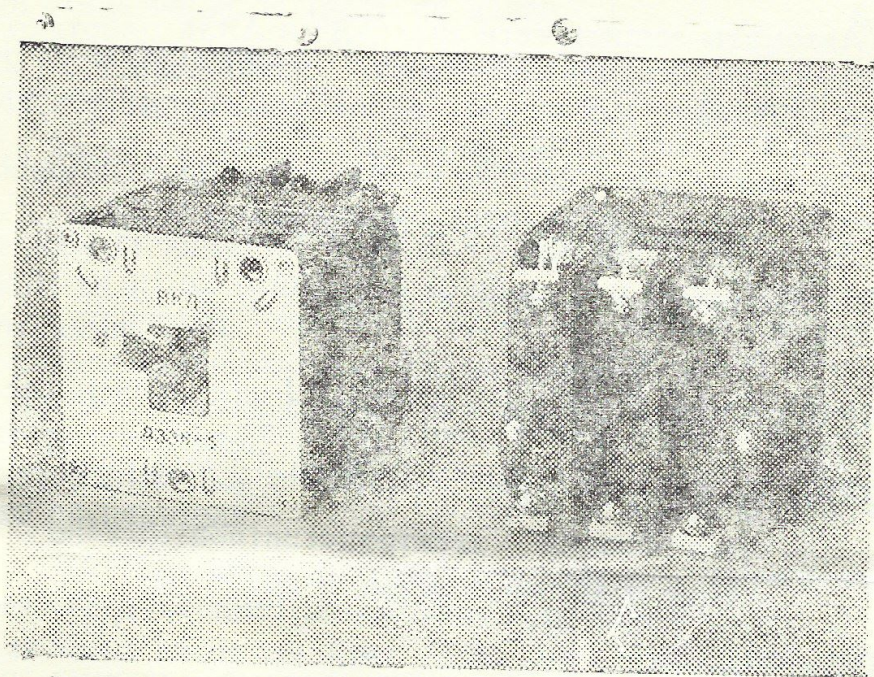

Рис. 1. Внешний вид автомата защиты сети типа АЗЗК.
1.1. Автоматы защиты сети трехфазного переменного тока типа АЗЗ и АЗЗК от 2 до 50А (рис. 1) предназначены для защиты электросети от опасных по величине и времени токовых перегрузок.